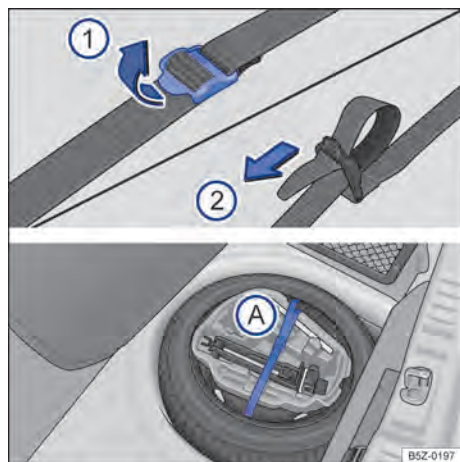

Fig. 144 No compartimento de bagagem: cinta de fixação da caixa de ferramentas e caixa de ferramentas de bordo.
- Para soltar a cinta de fixação → Fig. 144 (A), puxar a fivela no sentido da seta 1.